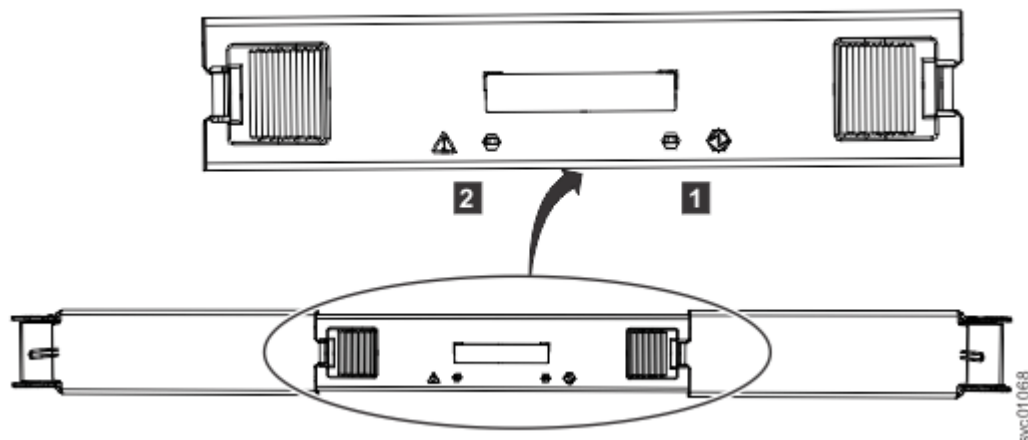

Figure 87. Voyants d'un module d'extension secondaire
2. Identifiez le module d'extension secondaire à remplacer ; la Figure 87, à la page 76 montre les voyants qui se trouvent sur le dessus d'un module d'extension secondaire.